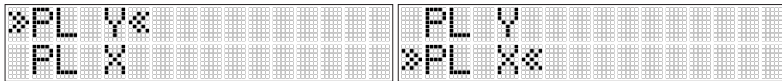

Abb. 22: PlaneLok für die Y/X-Achse bei vertikaler Aufstellung
- Vertikale Aufstellung: Drücken Sie kurz die E-Taste (j), um das PlaneLok-Untermenü zu öffnen. Wählen Sie >>PL Y<< (für die Y-Achse, vgl. Abb. 34) oder >>PL X<< (für die X-Achse, vgl. Abb. 22) aus und drücken Sie die E-Taste (j), um den PlaneLok-Modus zu starten.